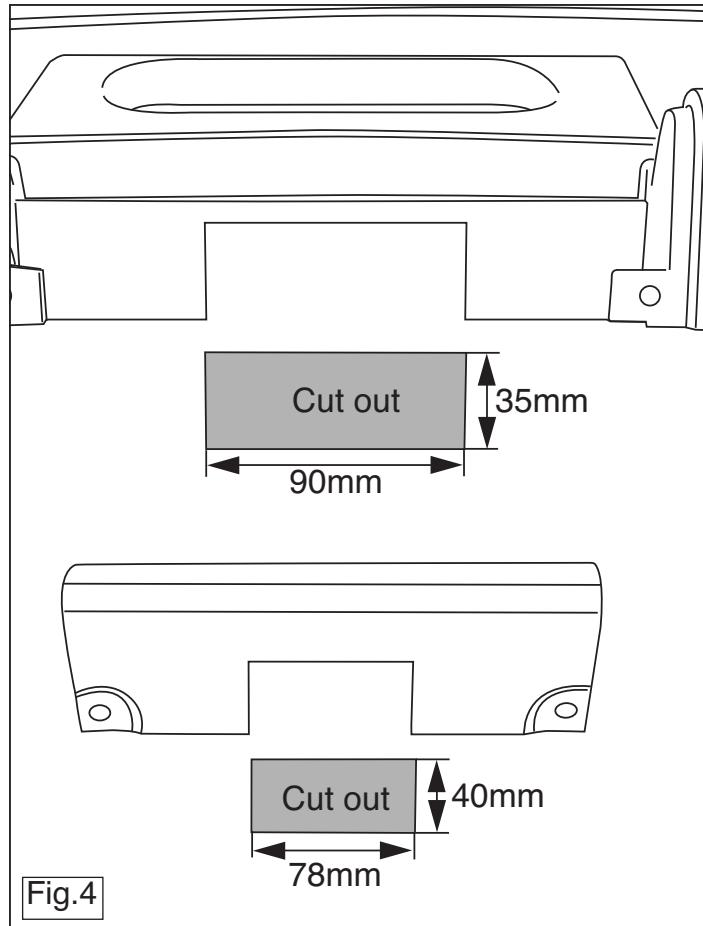

Fig.4
27. Сведения для комплекта «спойлер концепции S»: Выпилить обозначенные части, как указано на рис. 4.